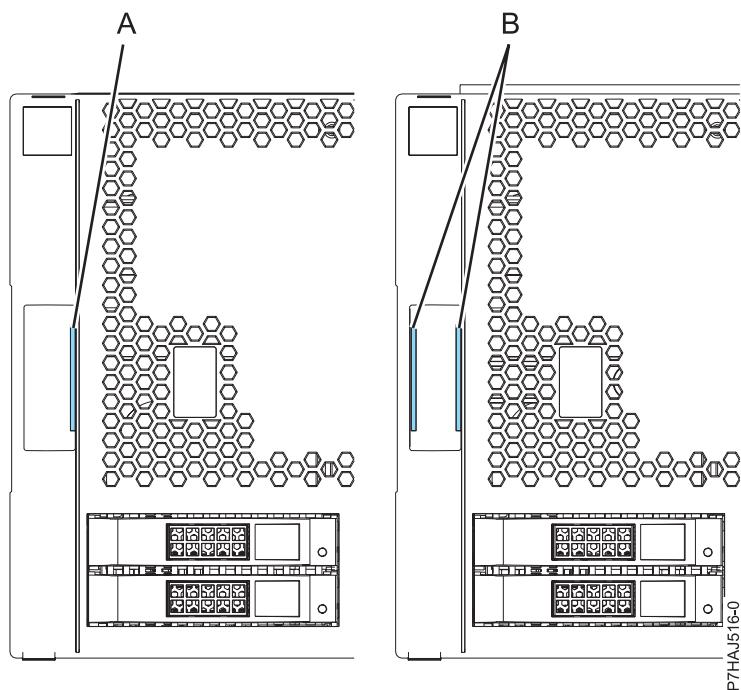

Figure 8. Identification des anciens et des nouveaux capots
Remarque : Les anciens capots fournis avant le 1er mars 2011 sont reconnaissables à la bande bleue unique (A) située sur les taquets du capot. Les nouveaux capots possèdent deux bandes bleues (B). Voir figure 8.